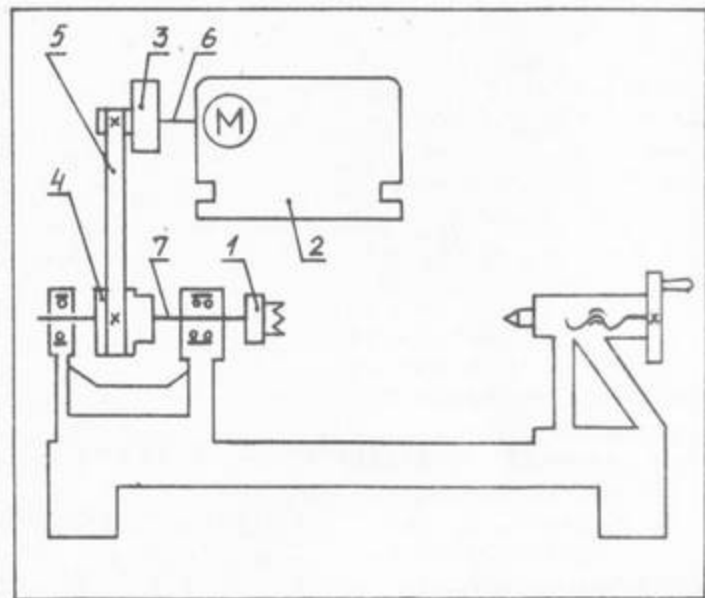

Рис. 2
7. Определите последовательность передачи движения на кинематической схеме станка (рис. 2) и проставьте в нужном порядке номера узлов и деталей. Ответ: 2, 6, 3, 5, 4, 7, 1.